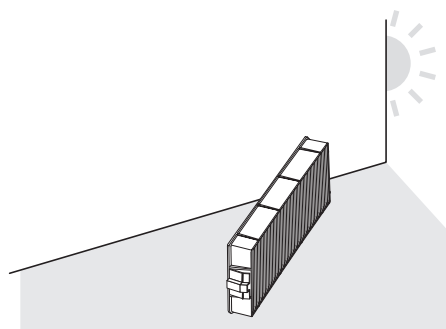

図 2
- エアフィルターユニットの接続端子側 (後面側) の枠中央にあるつまみを、矢印のとおり内側に少し押しながらプロジェクト本体のつまみから外して引き出し、エアフィルターユニットを取り出します。(図 2)
#### 2) エアフィルターユニットを乾燥させる (図 2)